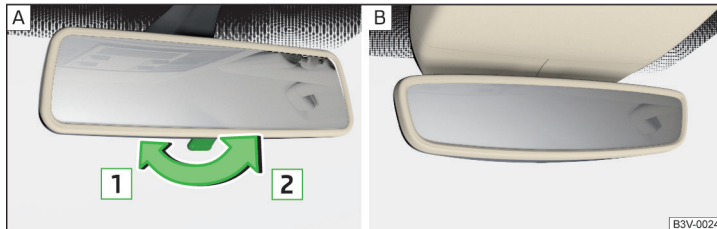

Abb. 66 Innenspiegel: mit manueller Verdunkelung / mit automatischer Verdunkelung
**Spiegel mit manueller Verdunkelung** » Abb. 66 - A
Nach dem Anlassen des Motors verdunkelt sich der Spiegel » Abb. 66 - B automatisch.